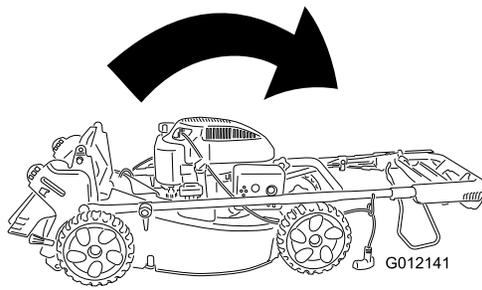

Bild 27
1. Drehen Sie den Griff nach vorne (Bild 27).